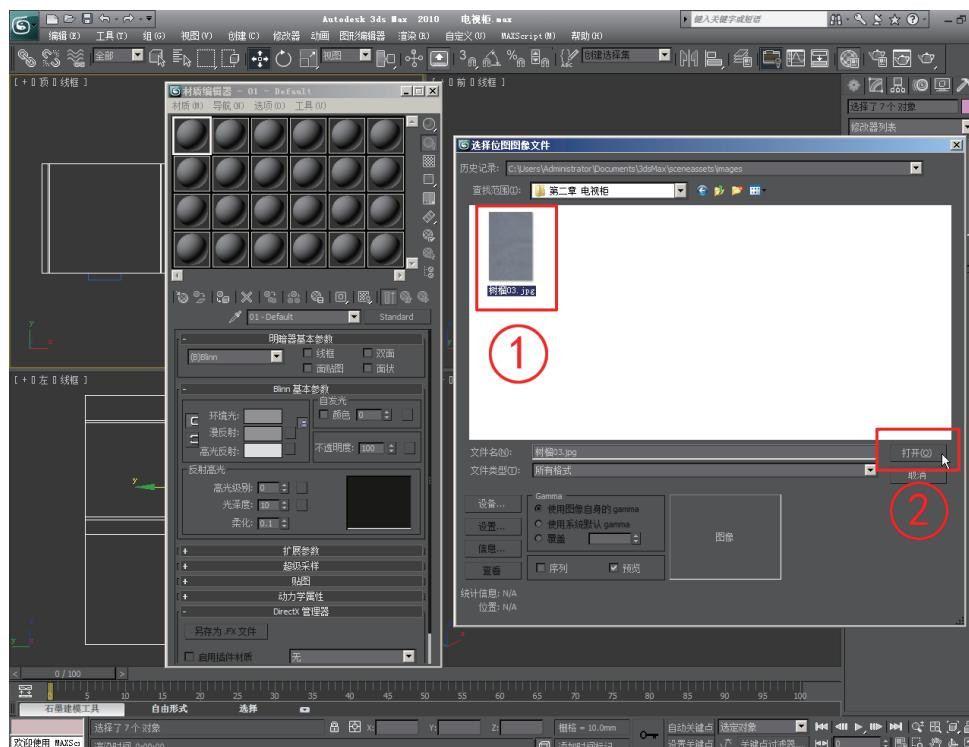

图2-34 打开贴图
(3) 在弹出的“选择位图图像文件”对话框中选中需要的木材贴图，然后单击右下角的“打开”按钮；或者在选中的贴图上双击，也可以打开贴图，如图2-34所示。